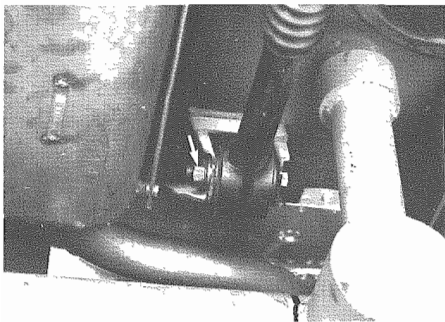

Fig. 3 - Puntoni inferiori dal telaio
- Smontare i due puntoni inferiori dal telaio (**Fig. 3**). Controllare lo stato degli hyperblocks.
- Remove from frame the two lower sprags (**Fig. 3**). Check conditions of bushes.